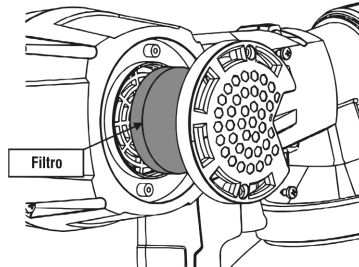

Fig. 8 - Sustitución del filtro
- El usuario debe, frecuentemente, verificar las condiciones del filtro que se encuentra en la lateral de la máquina. Una buena condición del filtro influencia directamente el rendimiento del equipo. Para sustituirlo es simple, basta retirar los dos tornillos cabeza phillips, retirar la protección y cambiar el filtro, según muestra la Fig. 8.